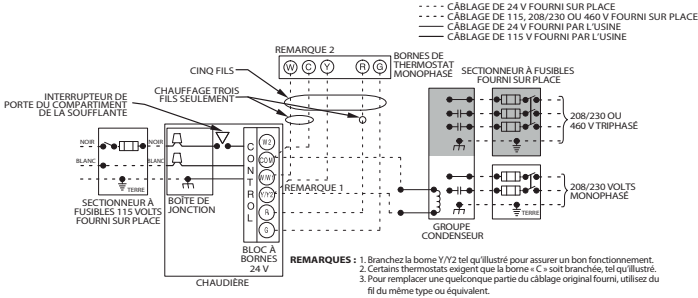

Fig. 32 – Schéma du câblage type fourni sur place
Consultez la Fig. 32 pour le schéma de câblage illustrant un câblage type de 115 V. Vérifiez que toutes les connexions électriques faites en usine ou sur place sont bien serrées.
6. Branchez l'alimentation électrique et les fils neutres aux fils d'alimentation électrique de la chaudière, comme illustré à la Fig. 32.
5. Branchez les fils neutres et les fils électriques aux fils d'alimentation électrique de la chaudière, tel qu'illustré à la Fig. 32.